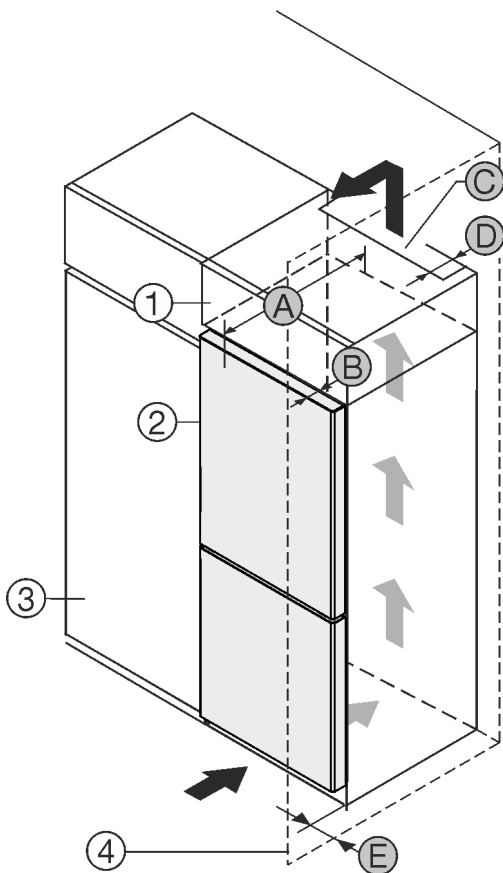

Fig. 1
- (1) Aufsatzschrank
- (2) Gerät
- (3) Küchenschrank
- (4) Wand
- (A) Gerätetiefe
- (B) Türtiefe
- (C) Belüftungsquerschnitt
- (D) Abstand Geräterückseite
- (E) Abstand zur Geräteseite
Gerät direkt neben dem Küchenschrank Fig. 1 (3) aufstellen.*
An der Rückseite des Aufsatzschrankes muss ein Abluftschacht mit der Tiefe Fig. 1 (D) über die gesamte Aufsatzschrankbreite vorhanden sein.
Unter der Raumdecke muss der Entlüftungsquerschnitt Fig. 1 (C) eingehalten werden.
Wenn das Gerät mit den Scharnieren neben einer Wand Fig. 1 (4) aufgestellt wird, muss der Abstand zwischen Gerät und Wand mindestens 40mm betragen. Dies entspricht dem Griffüberstand bei geöffneter Tür.
Um die Türe vollständig öffnen zu können, muss Gerät um die Türtiefe Fig. 1 (B) gegenüber der Küchenschrankfront vorstehen. Abhängig von der Tiefe der Küchenschränke Fig. 1 (3) und Verwendung von Wandabstandshaltern kann das Gerät weiter herausragen.*
Um die Türe vollständig öffnen zu können, muss Gerät um die Türtiefe (B) gegenüber der Küchenschrankfront vorstehen. Abhängig von der Tiefe der Küchenschränke Fig. 1 (3) und Verwendung von Wandabstandshaltern kann das Gerät weiter herausragen.*